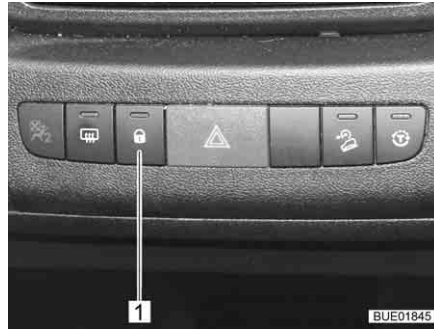

Fig. 63 Interrupteur du verrouillage centralisé (Elegance)
- Appuyer sur la touche (Fig. 63,1). Les serrures de porte sont déverrouillées.
- Appuyer sur la touche (Fig. 63,1). Les serrures de porte sont verrouillées. Le voyant de contrôle à l'intérieur de la touche est allumé.